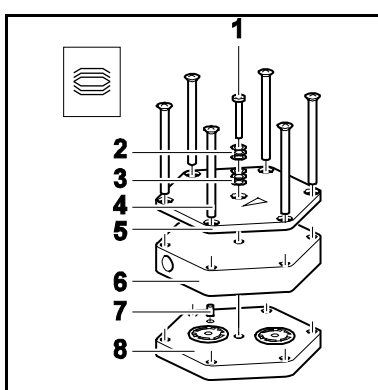

Fig. 24 : Monter la tête de pompe
1. En cas de pompe à deux têtes : Sur le raccordement pneumatique de la tête (3), desserrer les écrous-raccord (2) à la main. Tourner le raccord à visser coudé (1) de la tête de pompe (4) dans le sens inverse des aiguilles d'une montre jusqu'à ce que le tuyau de raccordement puisse être retiré.
2. Repérer la plaque supérieure (Fig. 24/5), le couvercle de tête (Fig. 24/6), la culasse (Fig. 24/8) et le support de membrane d'un trait continu au feutre (dans le cas des pompes à deux têtes : sur les deux têtes de pompe). Cela évite ainsi un montage erroné ultérieur des pièces.
2. Mettre en place la culasse (8) avec les plaques soupapes/joints sur le logement selon le trait au feutre.
3. Mettre en place le couvercle de tête (6) sur la culasse (8) selon le goujon d'assemblage (7).
4. Placer la plaque supérieure (5) sur le couvercle de tête (6) selon le trait au feutre.
5. Serrer les vis (4) en quinconce (couple de serrage: N810: 6 Nm; couple de serrage N 820 : 7 Nm ; couple de serrage: N 840/ N 842: 8 Nm).
6. Mettre en place la/les vis (1) au milieu de la plaque supérieure (5) avec les rondelles Belleville (2, 3). Veiller alors à ce que les rondelles Belleville soient correctement disposées (voir fig. 24).
7. Serrer la/les vis (1) jusqu'à ce que la tête de vis soit au ras de la surface. Fixer la/les vis avec un demi-tour supplémentaire. (couple de serrage: N810: 20 Ncm; couple de serrage N 820/ N 840/ N 842: 25 Ncm).